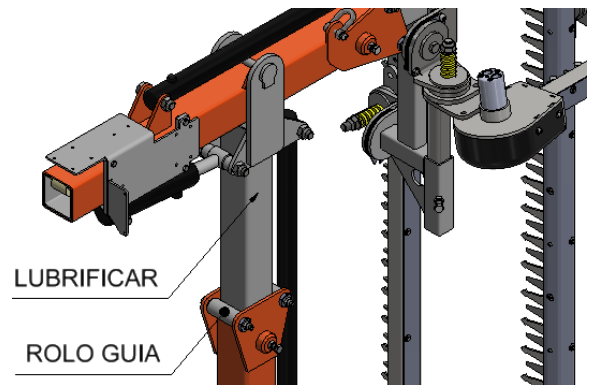

Figura 9.5 – Lubrificação tubos guia módulos de corte
O guiamento é feito por intermédio de rolos guia (*Figura 9.5 e 9.7*), em duas das faces do tubo, e por discos antifricção nas outras duas faces (*Figura 9.8*).
- Repita o mesmo procedimento no tubo do mecanismo de movimentação vertical do módulo de corte (*Figura 9.5*).